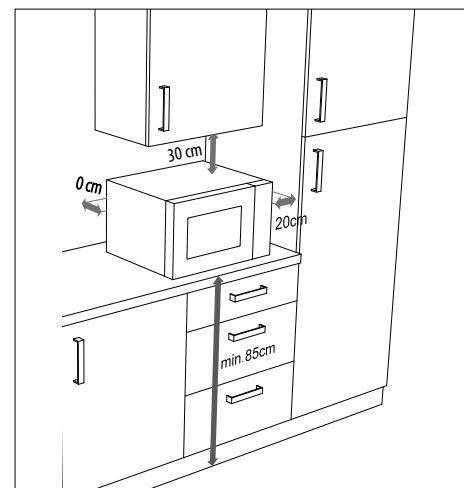

Fig. 2 – Distance entre les appareils
- ▶ Les distances illustrées dans la « Fig. 2 – Distance entre les appareils » doivent être respectées pour une ventilation suffisante. L'espace au dos de l'appareil doit toucher le mur. Il garantit la bonne distance lors de l'installation du four à micro-ondes.